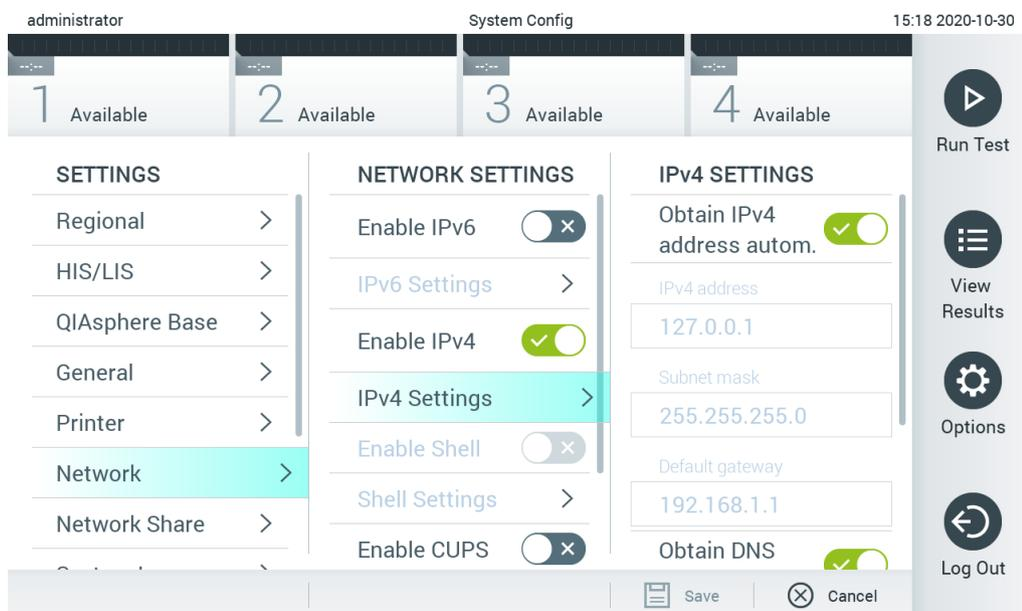

Figura 75. Definindo as configurações de rede.
2. Selecione Network (Rede) a partir da lista de configurações na coluna esquerda (Figura 75).